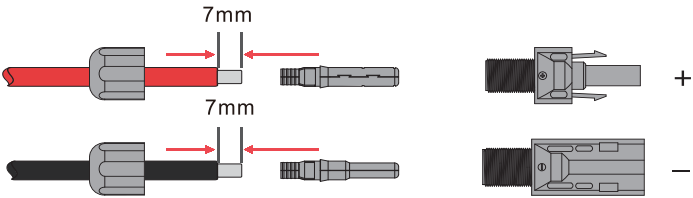

Figura 4.1-3 Cables PV y enchufes PV
Paso 1. Pele el aislamiento del cable PV 7 mm, desmonte la tuerca de la tapa del conector y pase un cable PV por la tuerca de la tapa del conector. Repita esta operación con todos los cables PV, prestando especial atención a la polaridad del conector, tal y como se muestra en la Figura 4.1-3.